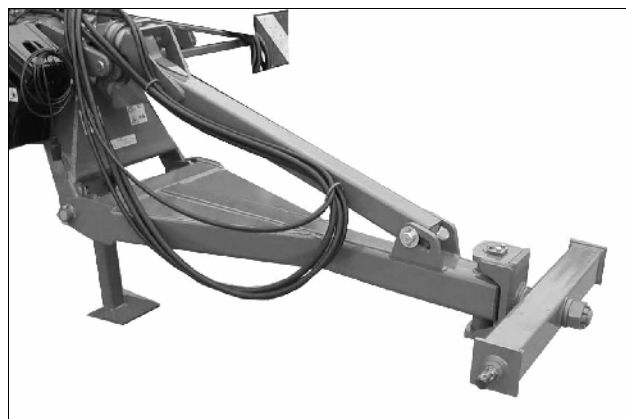

Fig. 10
- Liftarmsophæng Kat. III (Fig. 10)